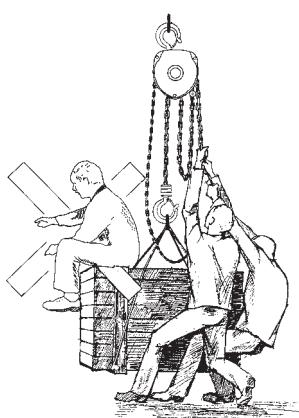

Fig. 5
- Il trasporto di persone con questo paranco è assolutamente proibito (Fig. 5);